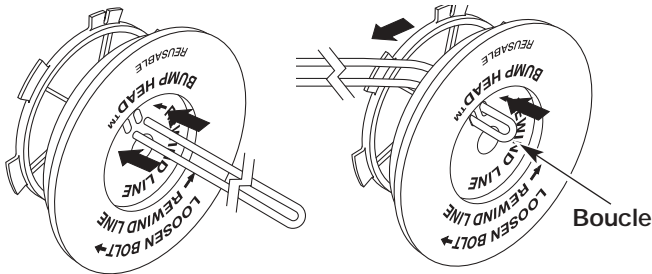

Figure 35
- Découpez environ 12,2 m (40 pi) de fil neuf et faites-en deux boucles de longueurs égales. Insérez chaque extrémité de fil dans l'un des deux trous du moulinet (Fig. 35). Tirez le fil à travers le moulinet pour que la boucle soit le plus petit possible.